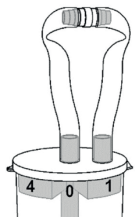

Abb. 4
9. Collegare saldamente entrambe le estremità del tubo con il connettore del tubo. La trappola per polipi di aspirazione è quindi sigillata (Fig. 4).